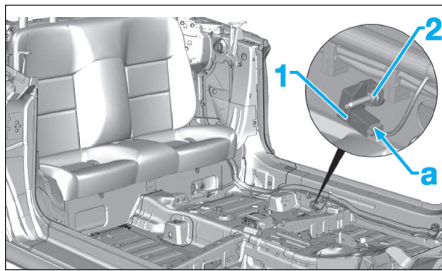

Fig. 33
- Déconnecter le connecteur en "a" (Fig.33).